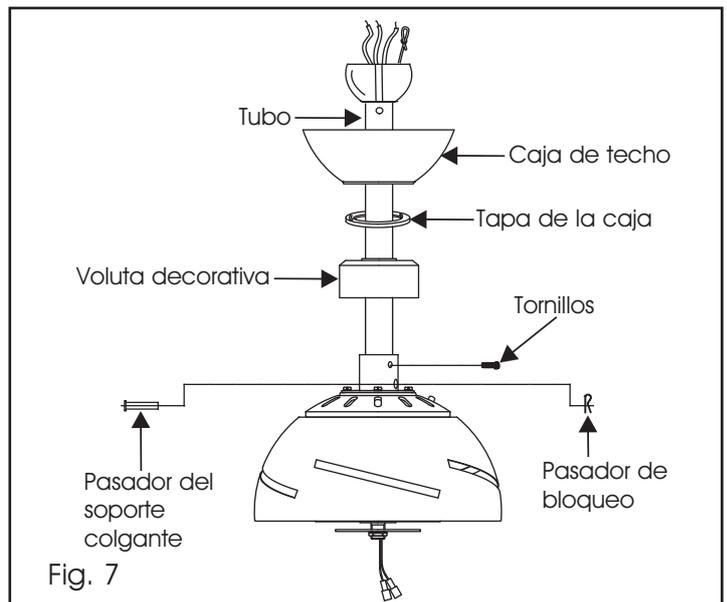

Fig. 7
**Paso 6.** Guíe los cables y el cable de seguridad que salen de la parte superior del motor del ventilador a través de la voluta decorativa, tapa de la cubierta, cubierta y luego a través de la bola/varilla. (Fig. 7)
**Paso 7.** Alinee los agujeros de la parte inferior de la barra con los agujeros del cuello en la parte superior de la caja del motor. (Fig. 7) Introduzca con cuidado el pasador de suspensión a través de los agujeros del cuello y de la barra. Tenga cuidado de que el pasador no se atasque con los hilos de dentro de la barra. Introduzca el pasador de bloqueo a través del agujero cercano al extremo del pasador de suspensión hasta que quede en la posición de bloqueo. (Fig. 7)
**Paso 8.** Apriete bien los dos tornillos de la parte superior del motor. (Fig. 7)